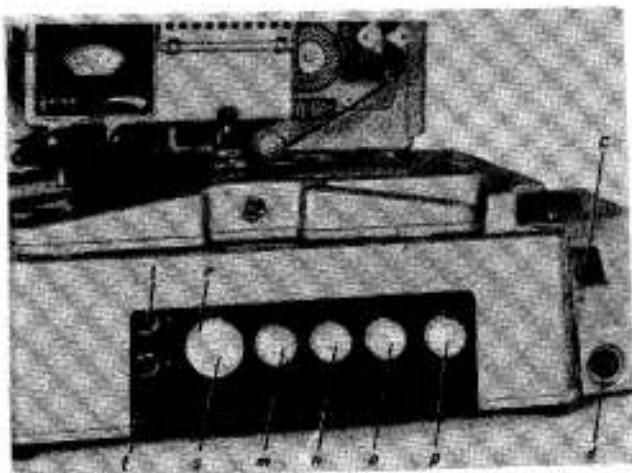

Bild 13
- 1) Vor Beginn der Aufnahme wird der Universal-Verstärker durch den Hauptschalter (1 im Bild 13) eingeschaltet. Nach etwa 1/2 Minute ist dieser betriebsbereit.
- 2) Regler für Tonabnehmer und Mikrofon (m und n im Bild 13) werden auf die Nullstellung gedreht und der Betriebsartenschalter (p im Bild 13) auf Magnetton-Wiedergabe geschaltet.
- 3) Die Lautstärkeregelung erfolgt bei der Wiedergabe durch den Bedienungsknopf (o im Bild 13).
empfinden mit den Bedienungsknöpfen (r und s im Bild 13) ausgeführt.
- 5) Universal-Verstärker durch Hauptschalter (l im Bild 13) einschalten. Nach etwa 1/2 Minute ist dieser betriebsbereit.
Die Anschlüsse für die Fotozelle und Tonlampe an die Kontaktleiste im Unterteil des Zweiband-Projektors erfolgen an den gleichen Kontakten wie beim normalen Lichtton-Projektor. Der Universal-Verstärker ist bereits für Lichtton-Wiedergabe eingerichtet, so dass lediglich der Betriebsartschalter (p im Bild 13) auf "Lichtton" und der Schalter (t im Bild 13) für die Tonlampe einzuschalten sind.